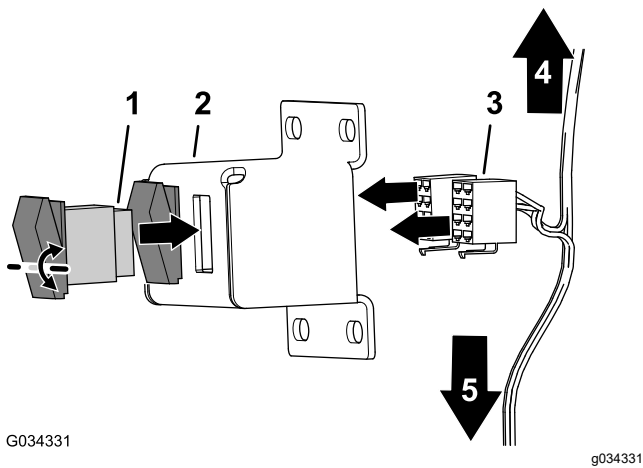

图 2
1. 将摇臂开关对准开关托架中的开口图 2。
2. 将开关插入开口直至牢固卡入图 2。
4. 将线束的 8 插槽接头与摇臂开关的 8 针接头连接图 2。